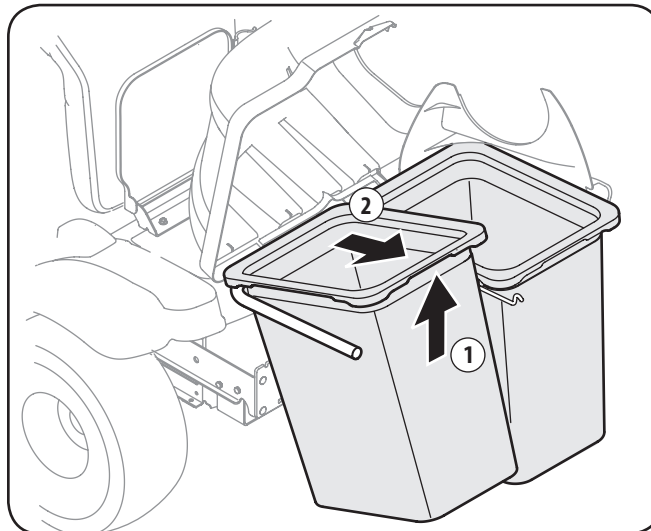

Figure 5-2
3. Retirez les sachets d'herbe par la levée de ces (1 dans la Figure 5-2) et le transfert des sacs hors de la valise de soutien de montage (2).